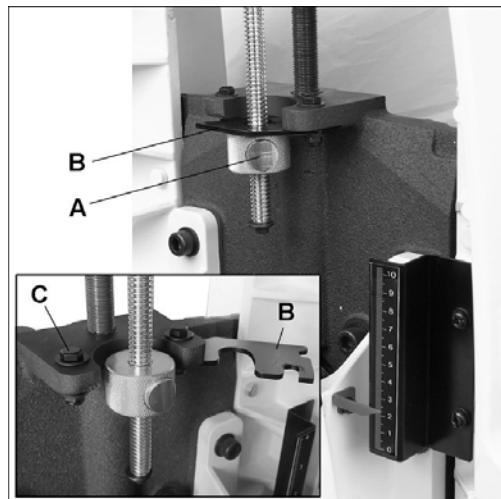

Рис. 7-1
Гайка ограничителя глубины (A, Рис. 7-1) обеспечивает резкую остановку при достижении окончательной глубины шлифования. Это значит, что оператор сможет прошлифовать несколько деталей на один размер.
1. Поворачивайте ручку, чтобы выставить барабан по шкале на окончательную глубину шлифования. (На Рис. 7-1 в качестве примера показана окончательная глубина шлифования 23 мм).
2. Нажмите кнопку на гайке ограничителя глубины, чтобы установить ее в стандартное положение. Затем поворачивайте гайку, пока она не упрется плотно в нижнюю часть пластины (B).